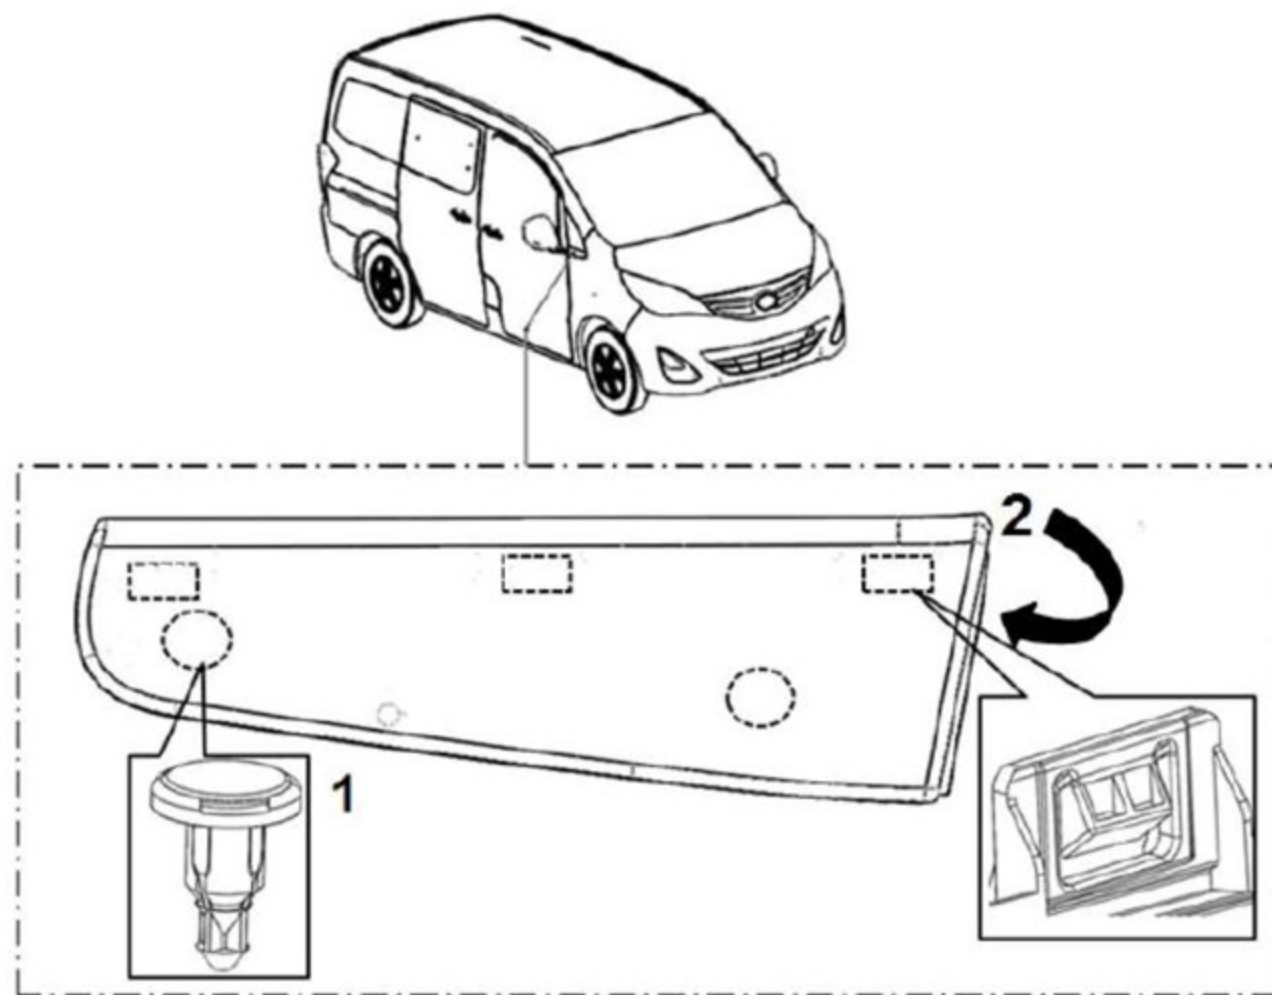

图 1.4 翼子板角饰板的拆卸
- (1) 使用缠有保护胶带的一字螺丝刀在图 1.4 翼子板角饰板的拆卸中装卡扣的地方沿与钣金垂直的方向往外撬出前部底边，用双手扣住底边往外拉，使卡扣脱离钣金孔，共 2 个。
- (2) 翼子板角饰板沿着定边，旋转一定角度后，拉出翼子板角饰板。
- (3) 翼子板角饰板装配顺序和拆卸顺序相反；